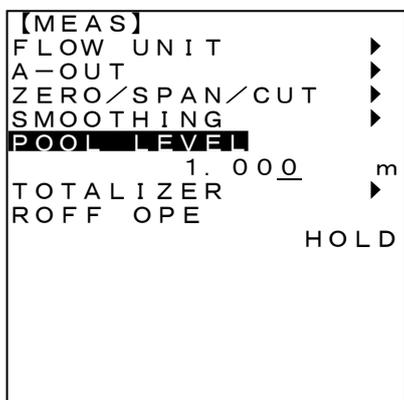
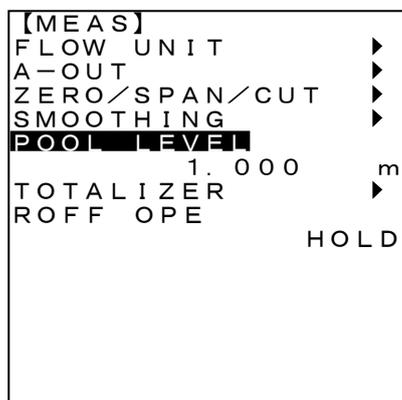

図4-14
図4-15
- (2) <0>~<9>、<. /STRT>、<- /STOP>キーで値を入力し<ENT>キーを押し入力値を決定します。(図4-14、図4-15)